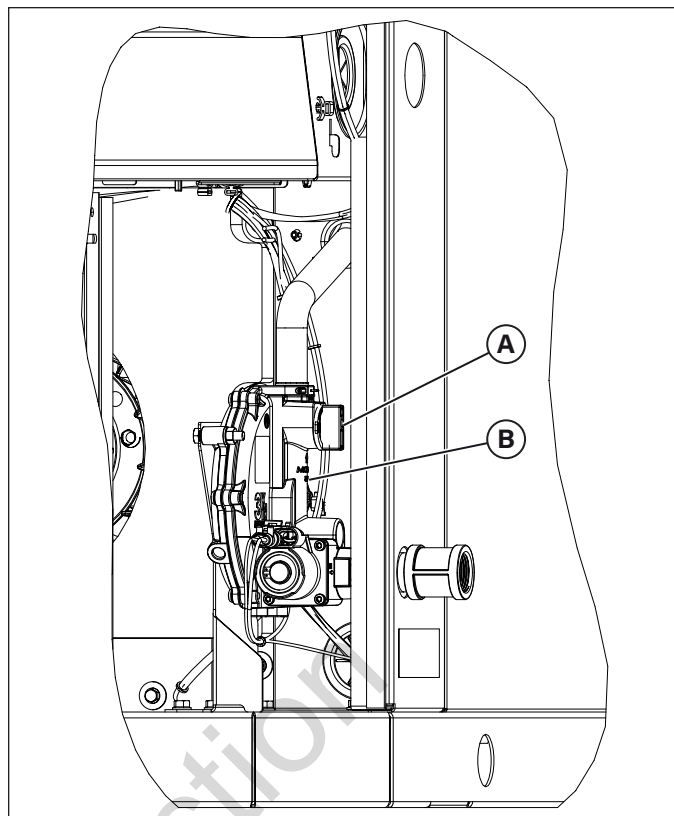

Figure 10
8. Repérer le sélecteur de carburant (A) au sommet du régulateur de carburant (B). Voir la Figure 10.